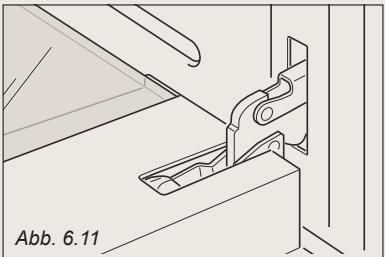

Abb. 6.11
- \* Die Tür ganz öffnen (Abb. 6.11).